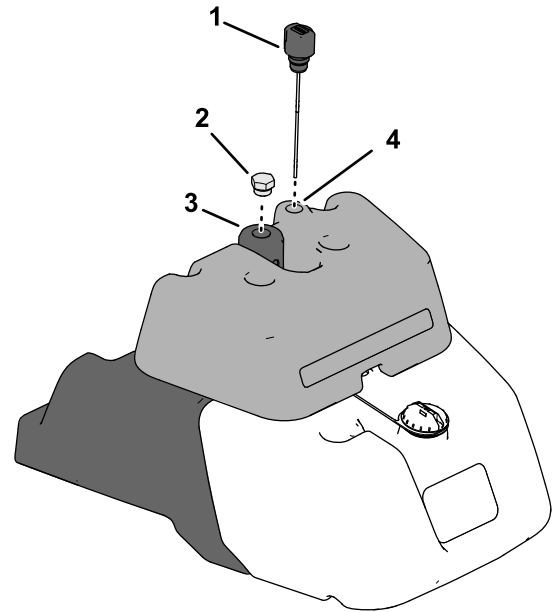

Bild 38
2. Prüfen Sie den Stand des Hydrauliköls. Verwenden Sie dafür Peilstab für das Hydrauliksystem, der sich oben am Ölleck-Warnsystembehälter befindet (Bild 38).